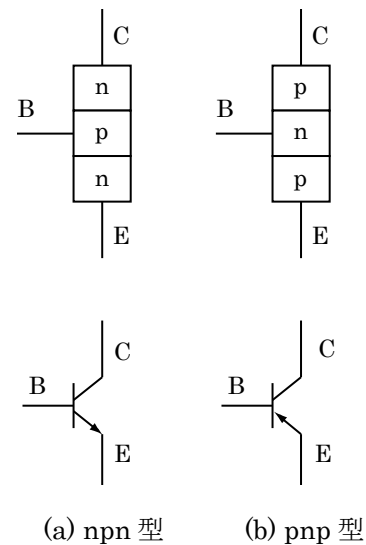

図 1 バイポーラ型トランジスタの構造と記号
トランジスタは導体と絶縁体の中間の性質を持つ半導体にリンなどの 5 価元素を不純物として加えた n 型半導体と、3 価元素のホウ素などを加えた p 型半導体を組み合わせて構成されます。バイポーラ型トランジスタは npn 型と pnp 型の 2 種類があり、それぞれコレクタ(C), ベース(B), エミッタ(E) の 3 つの端子を持っています。図 1 にバイポーラ型トランジスタの構造と記号を示します。nnp 型トランジスタの方が周波数特性が良いと、回路の設計がしやすいのでよく使われます。図 2 に npn 型トランジスタの定番である 2SC1815 の外観を示します(ただし 2010 年頃に廃盤になりました)。